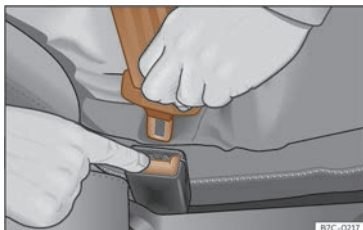

Fig. 24 Relâcher la languette du boîtier de verrouillage la fermeture de la ceinture.
- Appuyez sur la touche rouge du boîtier de verrouillage >>> **fig. 24.** Le pêne sera expulsé du boîtier de verrouillage.